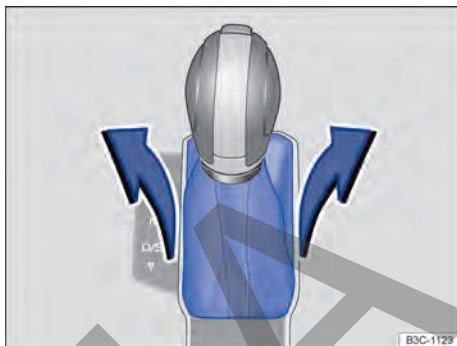

Fig. 110 Desmontar la cubierta de la corredera de la palanca selectora.
- Tire de la cubierta hacia arriba con cuidado, por la zona del guardapolvo de la palanca selectora, junto con los cables eléctricos que lleve conectados → fig. 110.